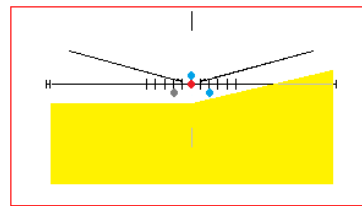

Fig2: orientamento basso
**Fig 2:** l'orientamento verticale non oltrepassa la linea di orizzonte, l'orientamento orizzontale rimane all'interno della tolleranza (1cm sul pannello, equivalente a 10cm a 10 metri). Allineamento faro regolare, spostare quindi il pannello fino ad allinearsi alla linea di demarcazione per procedere alla misurazione dell'intensità luminosa.